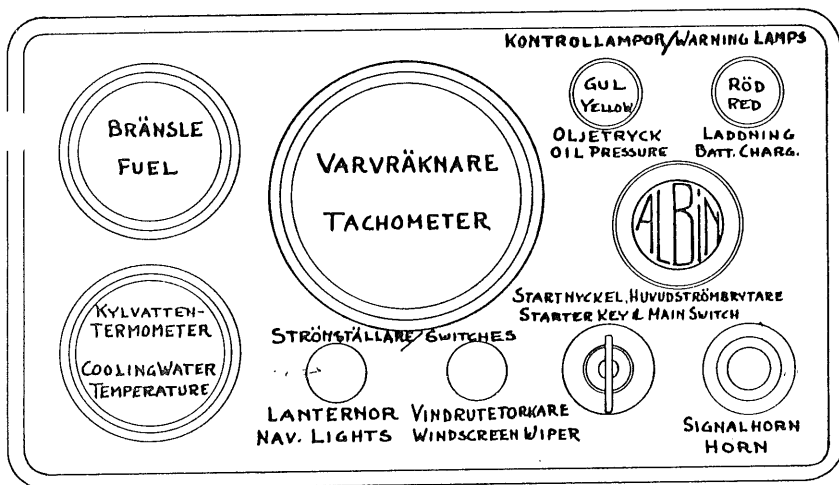

Fig. 20. Instrumenttavla.
5. Kontrollera att gula kontrollampen för oljetryck och röda kontrollampen för laddning lyser (fig. 20).